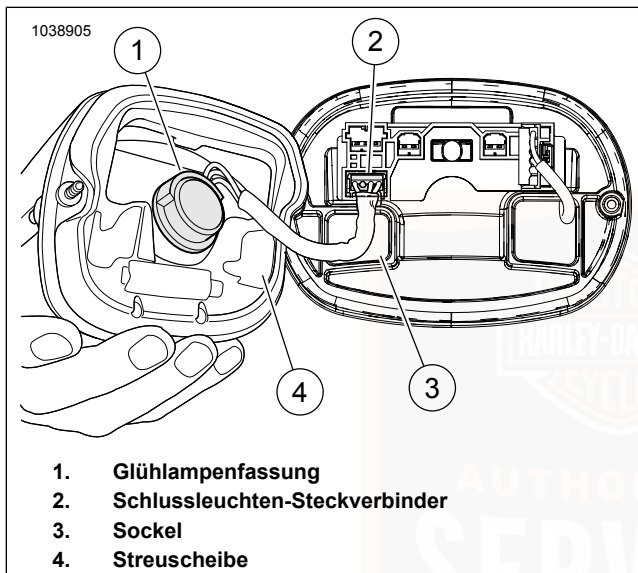

Abbildung 83. Glühlampen-Schlussleuchte
2. Siehe Abbildung 83. Den Schlussleuchten-Steckverbinder (3) abklemmen.
3. Die Glühlampenfassung (4) um eine Vierteldrehung nach links drehen und aus der Schlussleuchte nehmen. Die Glühlampe entfernen.
2. Siehe Abbildung 83. Fassung (4) in die Schlussleuchtenbaulampe einstecken. Eine Vierteldrehung im Uhrzeigersinn drehen.
3. Den Schlussleuchten-Steckverbinder (3) einstecken.